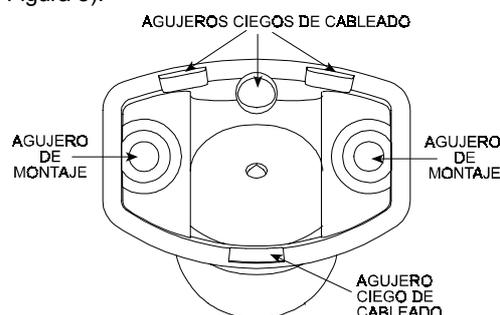

Figura 8. Base de la Rótula Vista desde Arriba
F. Quite los agujeros ciegos de cableado deseados de la rótula (ver Figura 8).